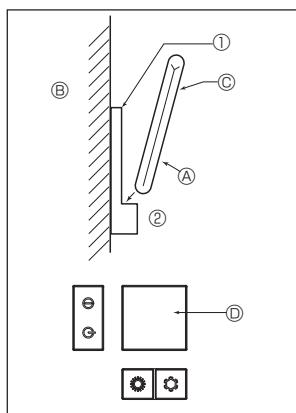

Fig. 7-9
2) Installasjonsmetode (Fig. 7-9)
① Fest fjernkontrollholderen til ønsket sted ved hjelp av 2 selvgjengende skruer.
② Plasser den nedre ende av kontrolleren inn i holderen.